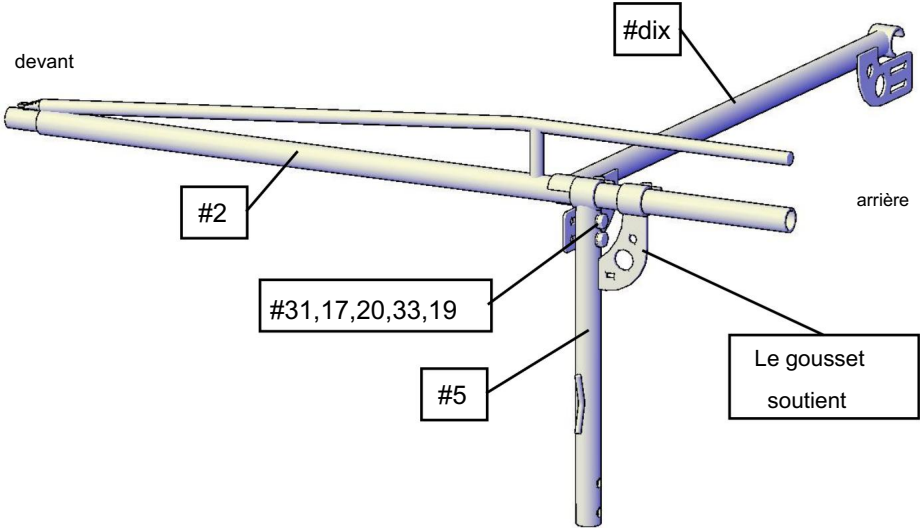

Figure 6
Fixez à l'aide des 2 boulons M12x70 (#31), de la rondelle plate (17) (20), de la rondelle élastique (33). et l'écrou (19) (voir le jeu de boulons accessoires « G »). Serrez bien mais pas complètement. (Fig.6)